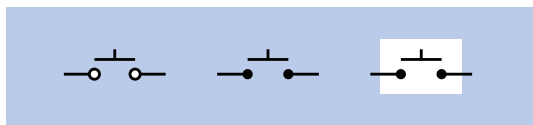

图 2-46 按钮开关的三种表示符号。本书加入白色方框，让图像更加清晰，但别的地方用不到
**5. 按钮开关：**图 2-46 展示了三种可用的符号。这些符号代表最常见的“常开”型按钮开关或瞬时开关（对开关施加压力时，两触点闭合；释放压力，电路断开）。在更复杂的按钮开关中，按压一个按钮就能开闭多个触点，这时可能用到多极开关符号。